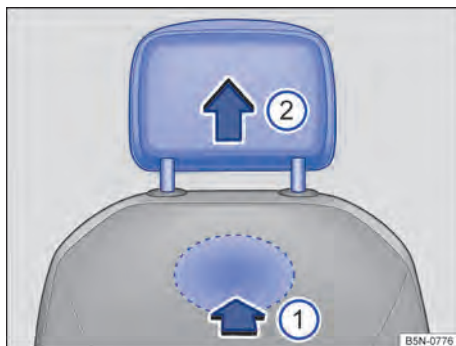

Fig. 100 Apoio para cabeça dianteiro: desinstalar.
- Para destravar, tatear o rebaixo na parte de trás, na área marcada, empurrar para dentro no sentido da seta → Fig. 100 ① e manter pressionado.
- Retirar o apoio para cabeça no sentido da seta → Fig. 100 ②.